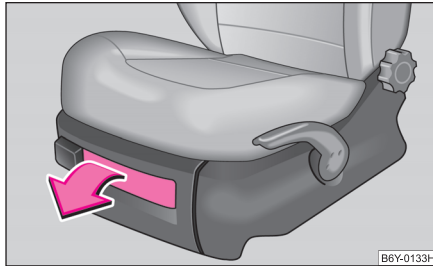

Abb. 73 Vordersitz:
- Zum Öffnen der Klappe Verschluss ankippen und Klappe aufziehen ⇒ Abb. 73.